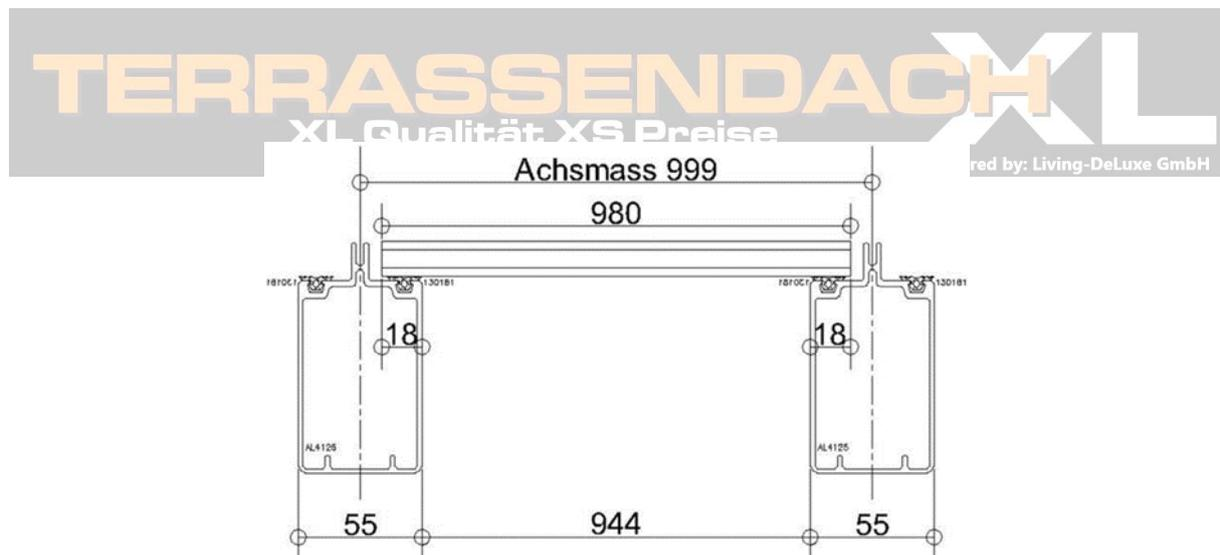

Abb.: 21
- Messen Sie am Wandprofil zwischen den Trägern 944mm. (siehe Abb.: 21)